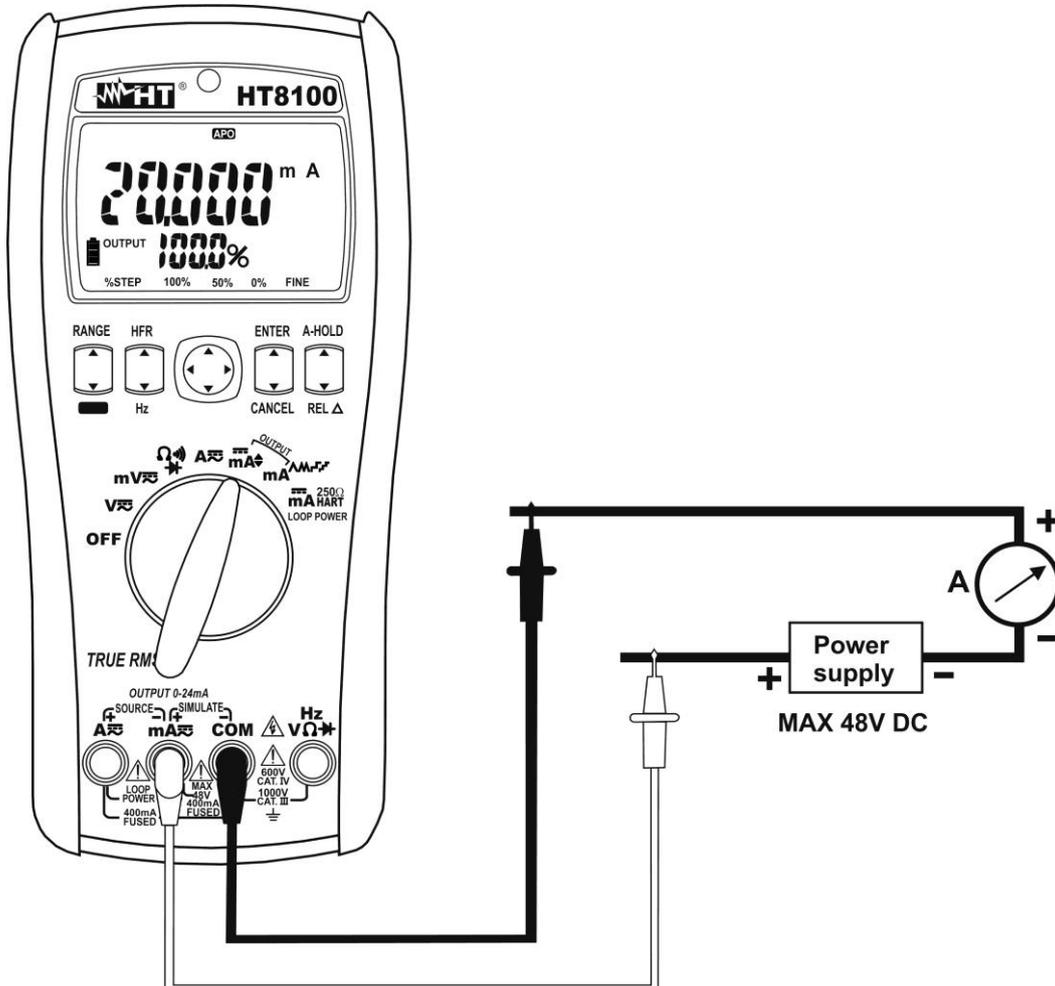

Fig. 9: Uso do instrumento para simulação de um transdutor
5. Colocar a ponteira vermelha e a ponteira preta respectivamente nos pontos com potencial positivo da fonte externa e positivo do dispositivo externo de medição (ex: multímetro – ver Fig. 9)